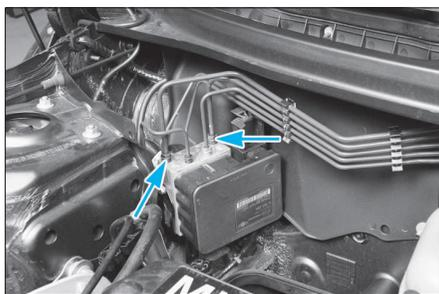

FIG. 24
- les écrous (2).
- le support (3).
- Désaccoupler les conduites (Fig.24) et les écarter du servofrein.